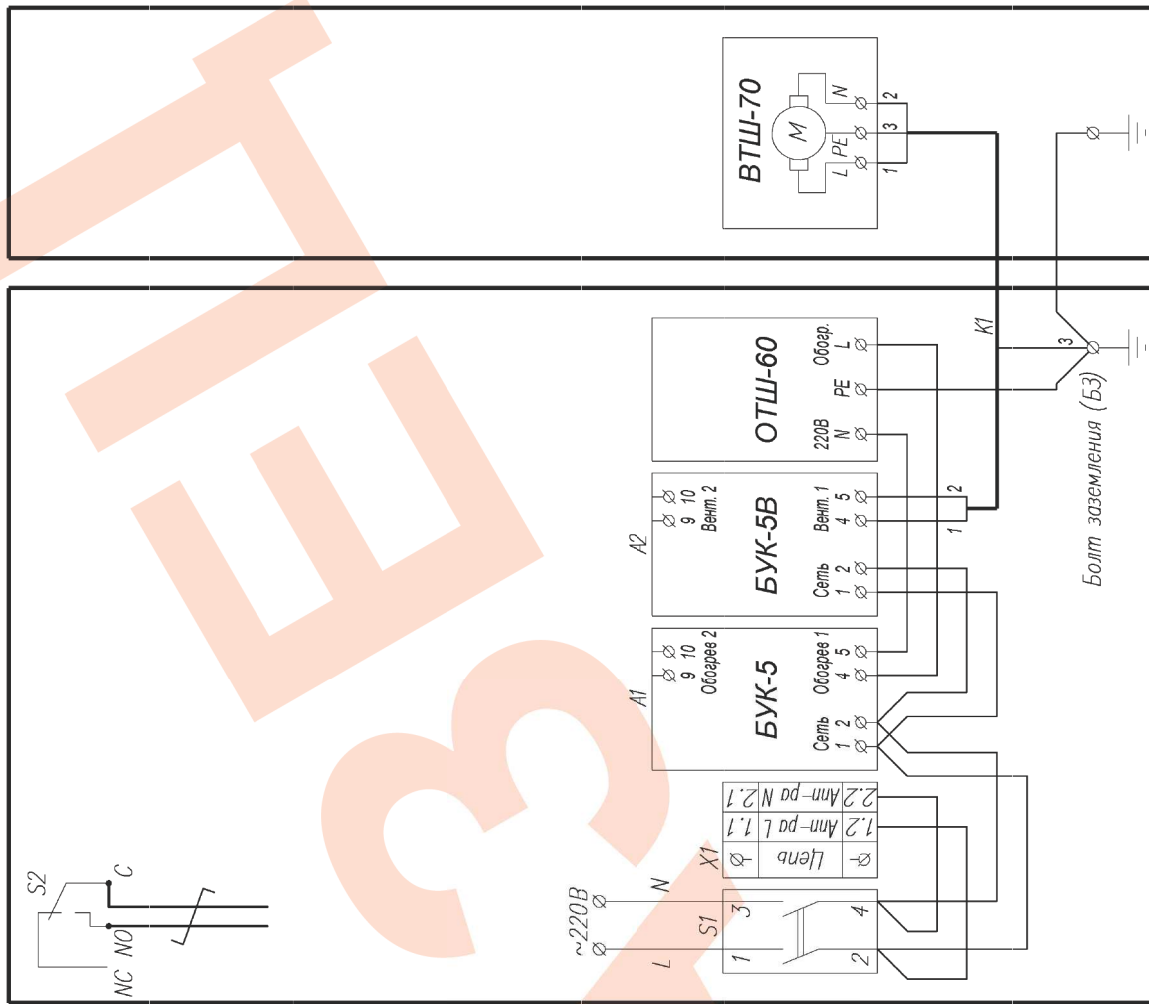
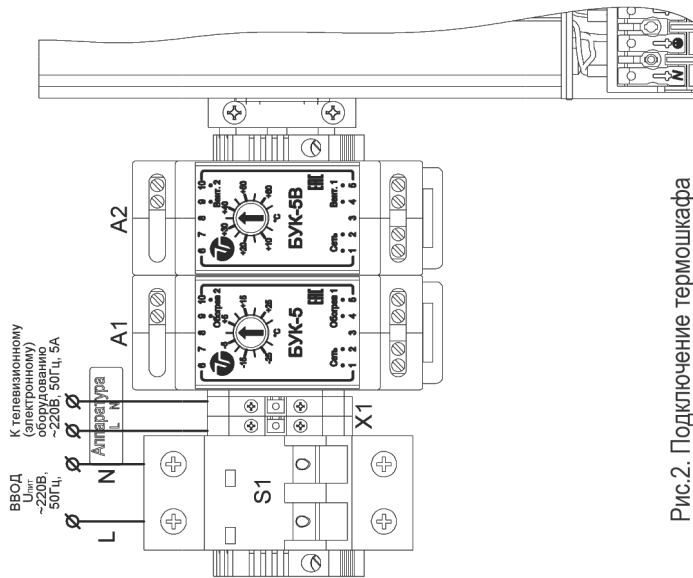

Рис.4 Схема электрическая принципиальная
Рис.2. Подключение термощкафа
3. Отсоединить провод кабеля К1 (рис.4) от колодки вентилятора.
Подключение термощкафа производится в соответствии со схемой электрической принципиальной (рис.4) и рис.2. Для подключения необходимо: